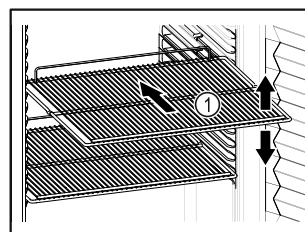

Fig. 58 Ilustrační zobrazení
- ❑ Pokud jsou odstavné rošty Fig. 58 (1) přemístitelné, přizpůsobte je vždy na danou výšku.